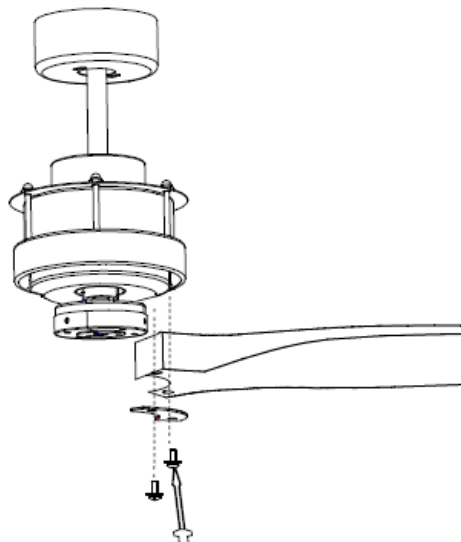

Fig. 8
- Insérez les vis de pale à travers le kit de pale et la pale puis fixer la pale au moteur en serrant les 2 vis. Fig.8